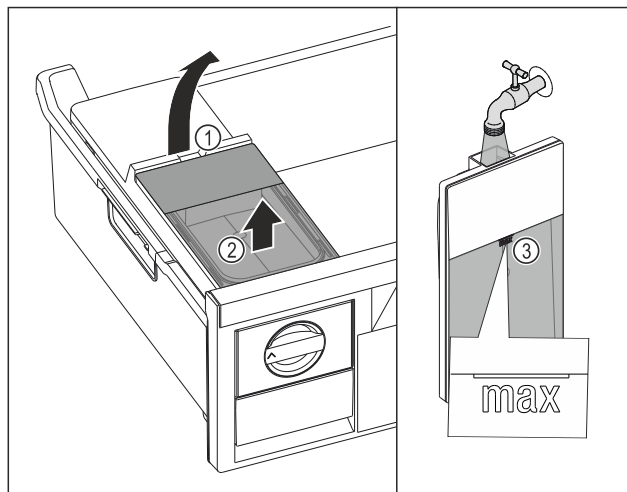

Fig. 166
- ▶ Повдигнете резервоара за вода при прореза Fig. 166 (1).
- ▶ Извадете резервоара за вода нагоре. Fig. 166 (2)
- ▶ Напълнете резервоара за вода до маркировката Fig. 166 (3) с питейна вода.